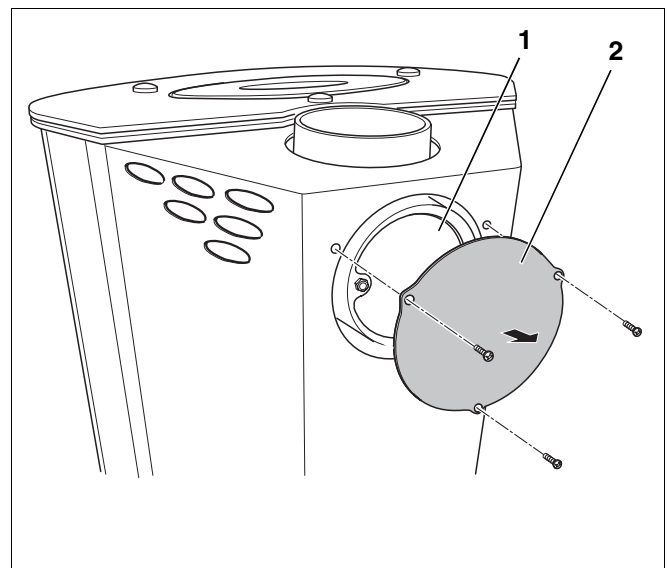

Abb. 7 Abgasanschluss Rückseite – Abdeckblende lösen
- Abdeckblende außen (Abb. 7, **Pos. 2**) an der Rückseite des Kaminofens abschrauben.